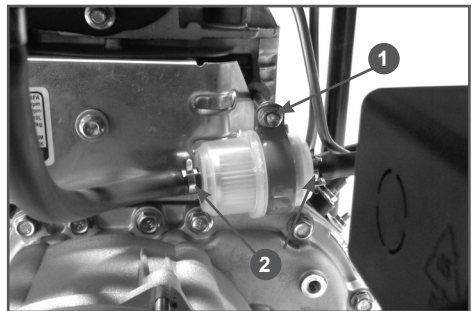

Рис. 14 Замена топливного фильтра
2. Открутите гайку хомута крепления топливного фильтра (Рис. 14 п.1).
3. С помощью плоскогубцев зажмите хомуты топливного шланга (Рис. 14 п.2) и сдвиньте их.